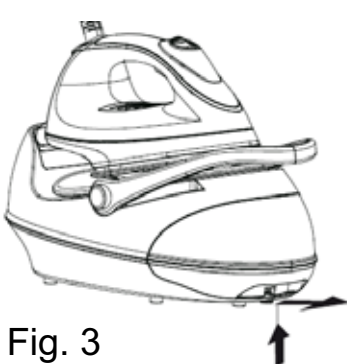

Fig. 3
- Presione hacia arriba el botón de extracción **16 “Release”** (Fig. 3) del depósito de agua **1**, y sin soltarlo tire del mismo hacia el exterior.